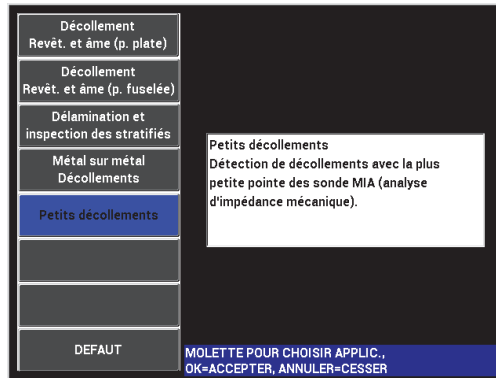

Figure 6-30 Application d'identification de réparations et de petits décollements
- Sélectionnez l'application **Petits décollements et identification des réparations**, et puis appuyez sur ✓ pour accepter (voir la Figure 6-30 à la page 156).